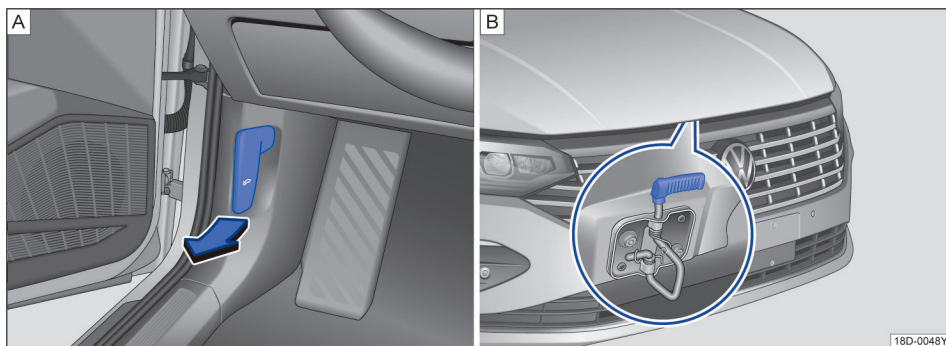

图 134 驾驶员侧脚部空间和散热器格栅局部视图：解锁并打开发动机舱盖
- 将车门打开沿图示箭头方向拉开启手柄→图 134，舱盖在弹簧机构的作用下弹开稍许。
- 沿箭头上提开启拉手，抬起发动机舱盖并将其打开→图 134→▲